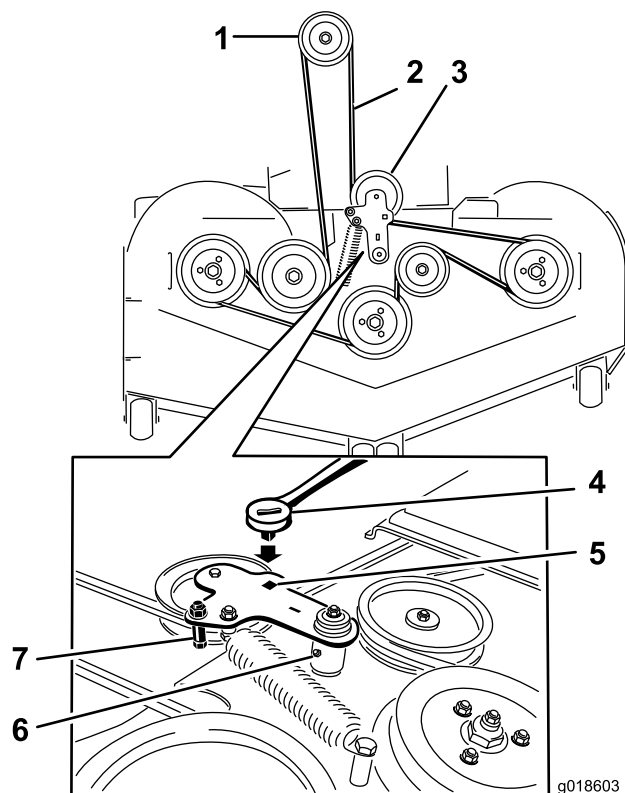

Figura 4
2. Inserire un cricchetto nel foro quadrato nel tendicinghia del piatto di taglio (Figura 4).
3. Ruotare il tendicinghia del piatto di taglio in senso orario e togliete la cinghia del piatto di taglio (Figura 4).
13. Installate la cinghia del tosaerba (Figura 4).